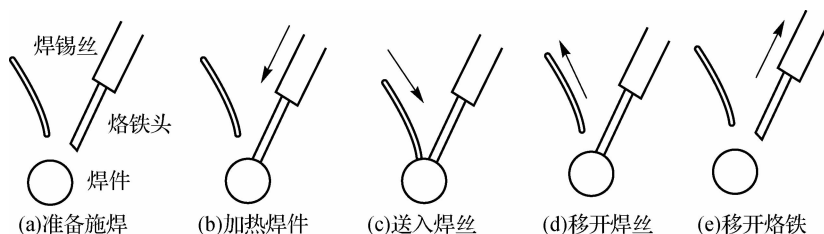

图 3-17 焊接工序示意图
(2) 使用电烙铁的工作步骤。在手工使用电烙铁焊接时,特别是对初学者来说,一般可采用五步工序法来进行。五步工序分别为:准备施焊—加热焊件—送入焊丝—移开焊丝—移开烙铁,如图 3-17 所示。